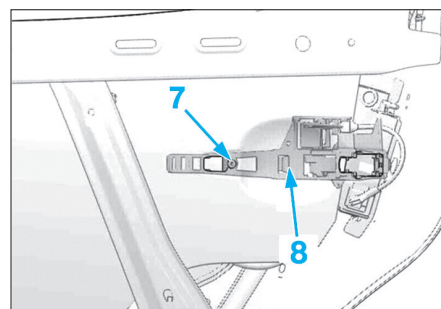

Fig. 73
- A l'intérieur de la porte, déposer la vis (7) de l'étrier (8) (Fig.73).